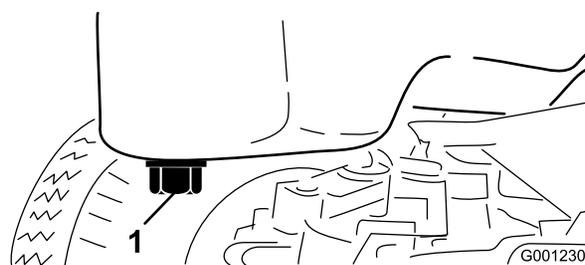

Рисунок 49
3. Подставьте сливной поддон под масляный поддон, совместив со сливной пробкой (Рисунок 49).